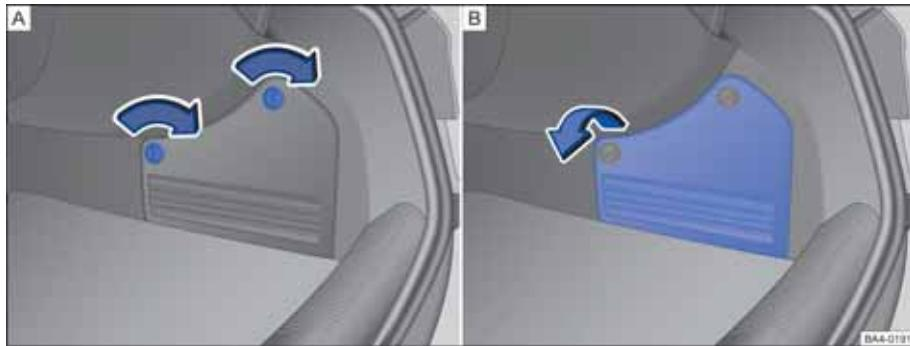

图 222 行李厢内的随车工具
- 打开行李厢盖，将行李厢内右侧盖板上的旋钮⇒图 222 A 按箭头所示旋转。
- 沿箭头方向⇒图 222 B 拆下行李厢内左侧盖板。